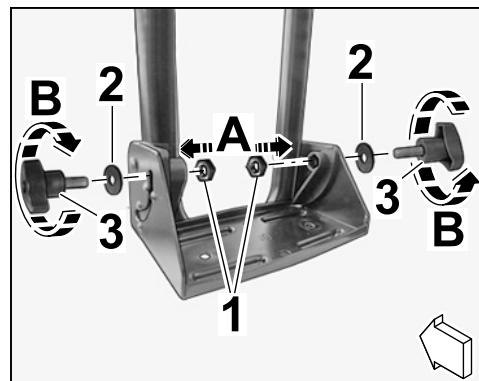

Figura 19
2.3.1 Montar la tuerca hexagonal M6 en el alojamiento hexagonal, por el lado de la placa de sujeción del soporte de rueda delantera ( $\Rightarrow$  Figura 19-A-).
2.3.2 Enroscar el tornillo de muletilla M6 x 18 con la arandela 6 x 16 x 1 mm aprox. 3 vueltas en la tuerca hexagonal M6 ( $\Rightarrow$  Figura 19-B-).